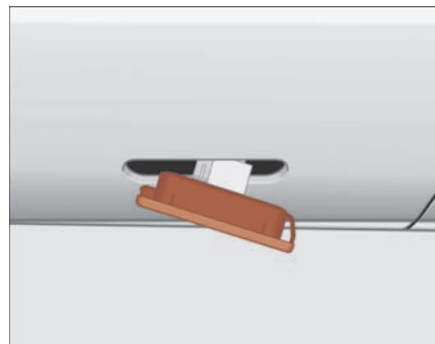

Fig. 164 Blinklygte i siden
- Sæt først blinklygten i monteringsstedet i karrosseriet. Sørg for, at låsetappen går i hak **1** ⇒ side 238, fig. 164. Sæt derefter blinklygten i i pilens retning **2**. ■